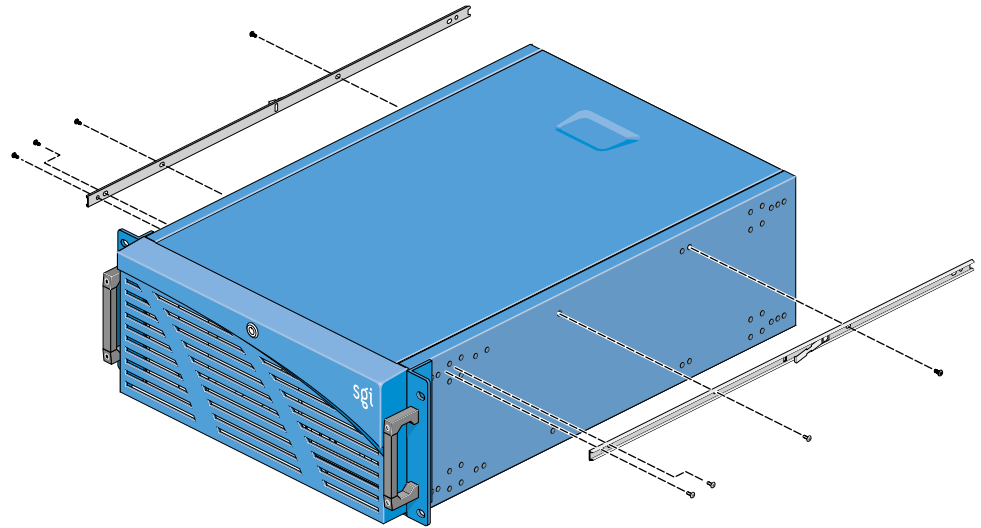

図 4-11 スライダをノードネジで取り付ける
4. 図 4-11 に示すように、各スライダをネジで固定します。